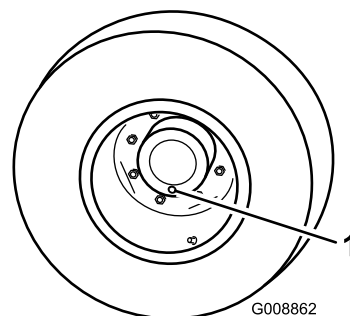

図 58
1. 平らな場所で、点検プラグが一番低い位置時計の6時の位置に来るように停止させる 図 58。